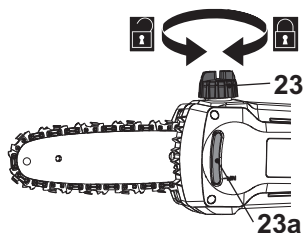

Fig. 13
1. Placez le produit sur une surface plane et stable avec le carter de la chaîne de sciage (23) tourné vers le haut. Nous recommandons de poser une feuille ignifuge sous le produit.
2. Dévissez et retirez le bouchon du réservoir d'huile (23) (Fig.13).